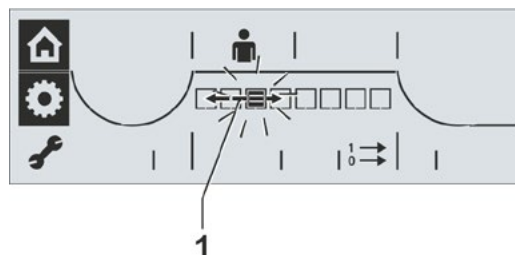

Fig. 2 : Sélection du jeu de messages
Le segment noir, qui signale le jeu de messages réglé, clignote (Fig. 2).
- Tourner le Drive Controller et sélectionner le jeu de messages souhaité (Fig. 2, Pos. 1).